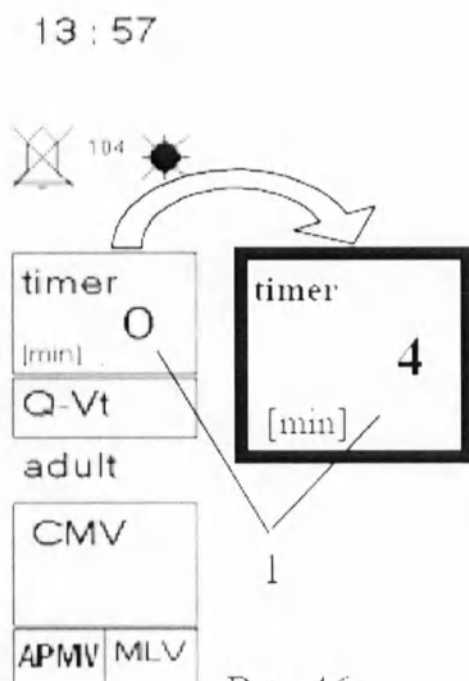

Рис.46
Во время вентиляции, например при санации трахеобронхиального дерева, или проведении ингаляции с помощью небулайзера и т.п., персонал может использовать секундомер «timer» для информации об истечении выбранного промежутка времени. Настройку секундомера «timer» можно провести в тот момент, когда нет параметров в состоянии редактирования. Вращением поворотного-нажимного манипулятора, в информационном поле выбирается окно для активации секундомера (1) - рис. 46. В этом состоянии окно ограничено жирной зеленой линией. Подтверждением (нажатием на поворотный-нажимной манипулятор) и последующим вращением вправо настраивается требуемый промежуток времени, в диапазоне от 0 до 30 мин.